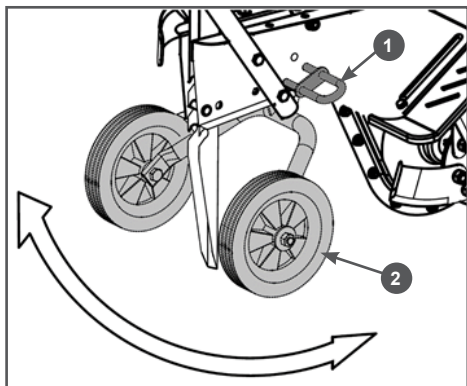

Рис. 17 Подъем транспортировочных колёс
2. С усилием потяните за стопор 1 вилки колес и вытяните его из рамы мотокультиватора. Поднимите транспортировочные колеса 2 в максимально верхнее положение, после чего отпустите стопор 1, колеса должны остаться в поднятом положении (Рис. 17). При необходимости, пошатывайте колёса вверх-вниз для того, чтобы стержень стопора вошел в отверстие в вилке колёс.